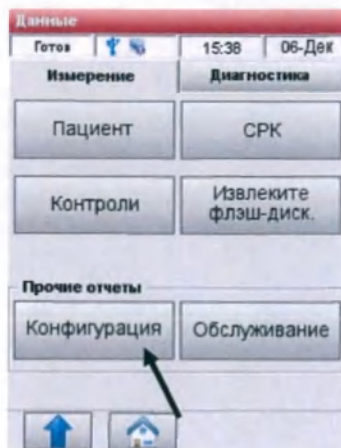

Рис.6-35 Конфигурация
2. На вкладке <Измерение> выберите <Конфигурация> (Рис.6-35).
4. Чтобы безопасно извлечь USB-устройство, коснитесь значка USB в строке состояния в верхней части экрана или нажмите кнопку <Извлечь USB-накопитель> (Рис.6-35).